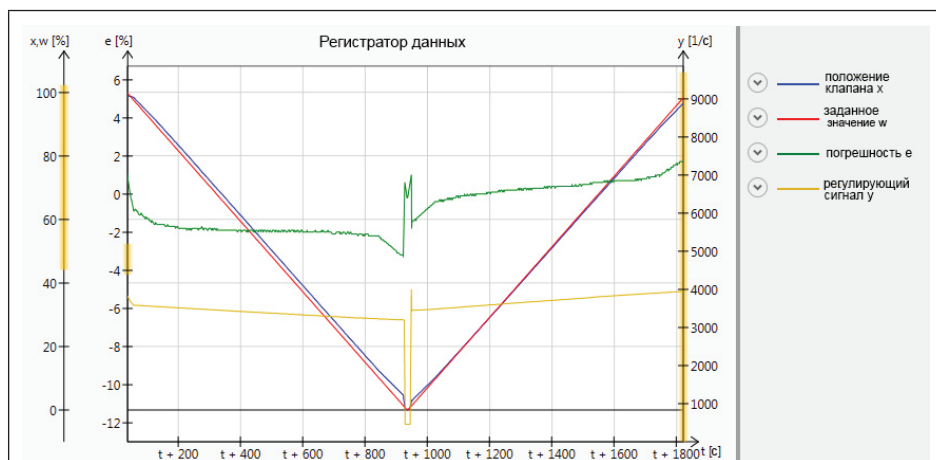

Рис. 21: Тест полного хода для определения времени линейного воздействия при тесте частичного хода
5. Анализ данных регистратора: если положение клапана равномерно изменяется, следуя заданному значению, то установленное время линейного воздействия может быть использовано для теста частичного хода. Если же это не так, то тест полного хода следует повторять с изменённым временем линейного воздействия до тех пор, пока положение клапана не станет следовать непосредственно заданному значению (рис. 21).